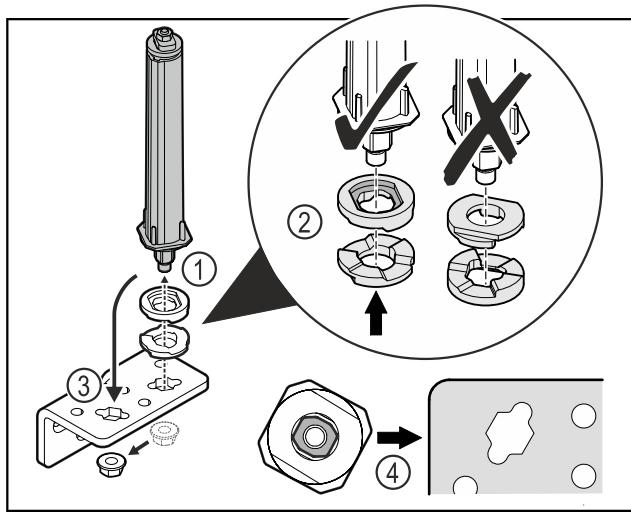

Fig. 39
- Отпустите гайку и демонтируйте систему закрытия двери Fig. 39 (1).
- Учитывайте правильность выравнивания шайб для регулировки высоты Fig. 39 (2).
- Переставьте систему закрытия двери в шарнирном уголке и зафиксируйте гайкой Fig. 39 (3).
- При установке учитывайте правильность выравнивания системы закрытия двери Fig. 39 (4).